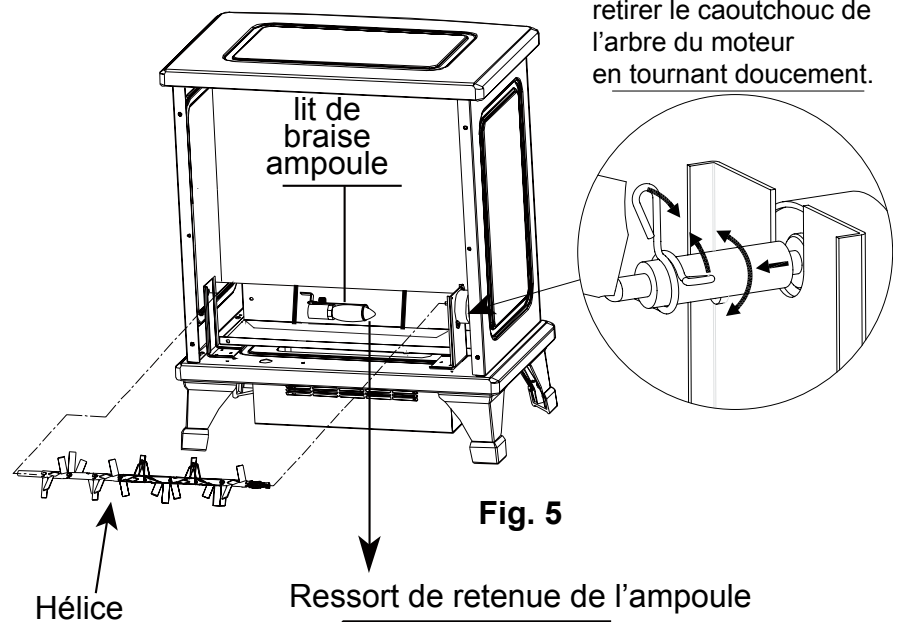

Fig. 5
4. Pincer l'attache à ressort pour desserrer la broche et retirer l'œillet en caoutchouc de l'arbre du moteur en tournant doucement (consulter la figure 5).
5. Retirer l'élément rotatif du support (consulter la figure 5).